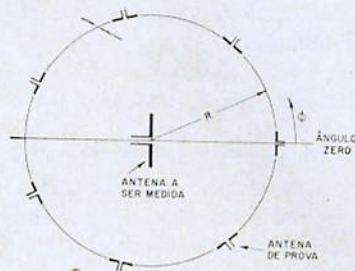

Figura 3
b) com uma antena de prova, descrevemos um círculo em torno da antena sob teste, como mostra a figura 3.